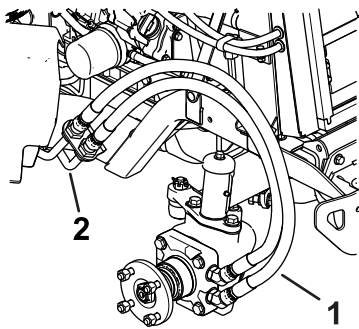
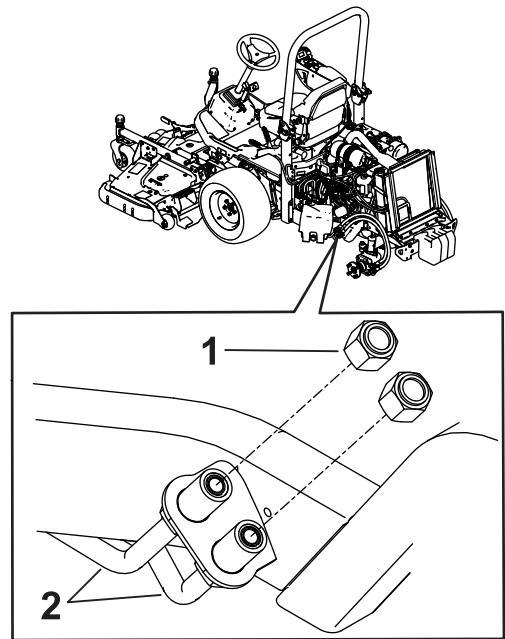

图 9
图 10
1. 从车轮前面的液压管线上拆下现有的液压软管并立即将盖子安装到液压管线上图 9 和图 10。